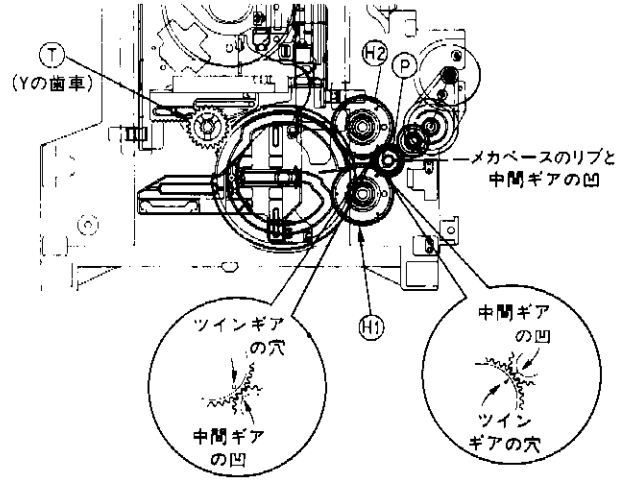

図1-11
- 図1-11に示す位置となるように中間ギア⑨、ツインギア⑩、⑪およびYの歯車⑬を取り付ける。